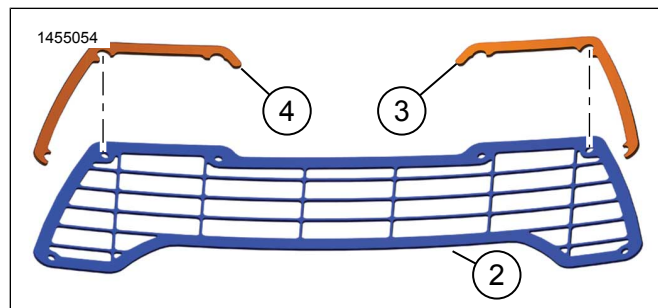

Figure 2.
1. Voir la Figure 2. Positionner les coussinets de protection (3 et 4) de façon à ce que les bandes adhésives soient orientées vers l'intérieur de la grille (2).